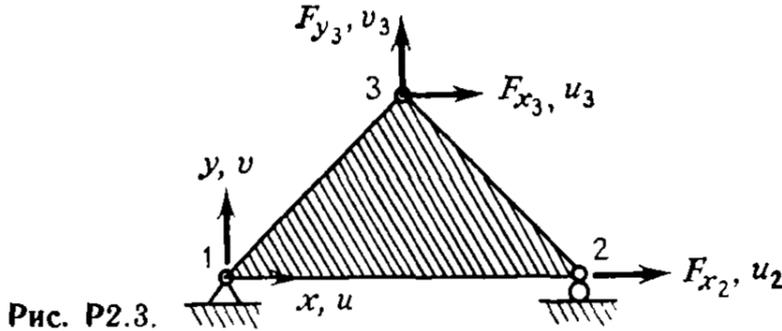
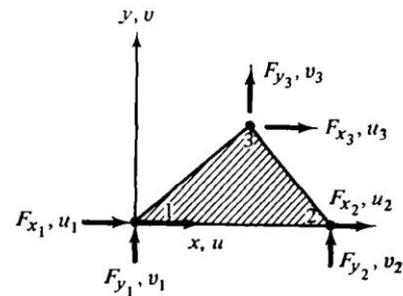

Рис. P2.3.
Рис. 5.4. Матрица жесткости изотропного плоско-напряженного треугольного элемента с постоянной деформацией внутри элемента.
3. Ниже вписана матрица податливости для треугольного пластинчатого элемента, находящегося в плоском напряженном состоянии (рис. P2.3). Вычислите матрицу жесткости элемента и проверьте правильность полученного результата, сравнивая ее с матрицей жесткости, показанной на рис. 5.4.
8. Проверьте выполнение условий равновесия для третьего и четвертого столбцов матрицы жесткости треугольного элемента, находящегося в плоском напряженном состоянии (см. рис. 5.4).